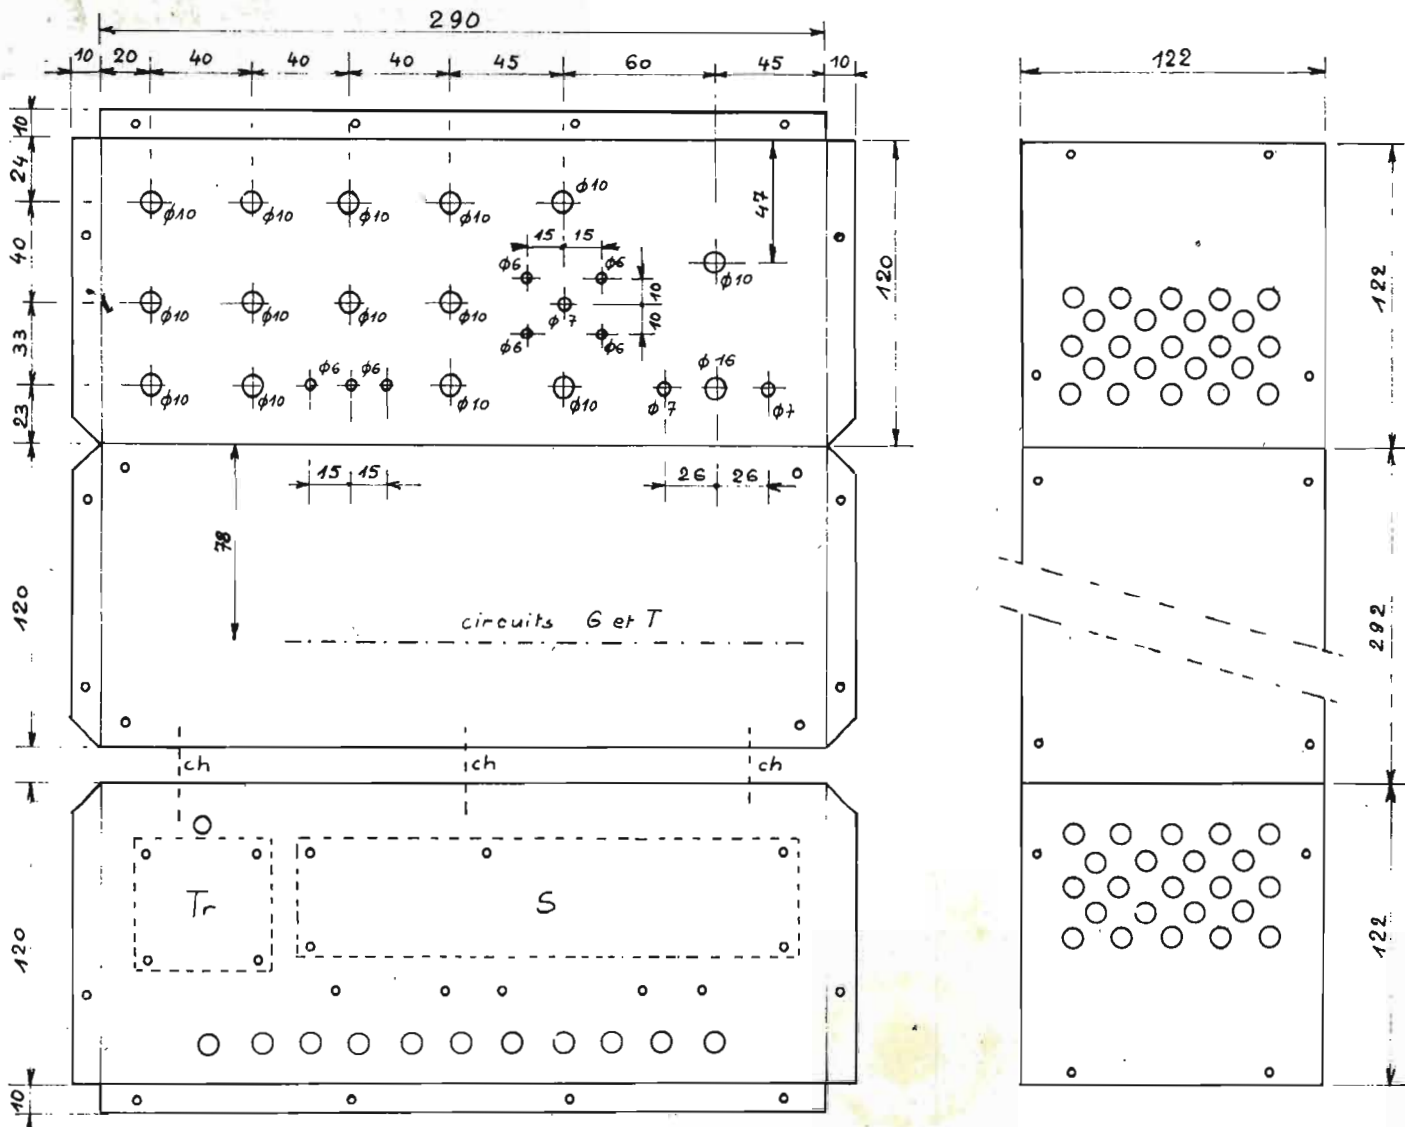

Fig. 24 - Boîtier du TBF1038. Alu 10/10.
- a) Comme nous en avons l'habitude, nous vous proposons d'abord une réalisation personnelle du boîtier, ce qui vous permettra, si vous êtes capable de l'exécuter, une économie assez appréciable. Fabriqué en tôle d'alu de 10/10, il comprend 3 parties : (voir fig. 24)
Tracer très soigneusement les différentes parties en se conformant à la figure 24. Découper, soit à la scie à métaux, soit à la cisaille non déformante (par exemple Edma). Pointer soigneusement les trous et les percer au diamètre convenable. Le pliage est une opération toujours délicate dont nous nous sortons personnellement à grand renfort de formes de bois dur (chêne ou hêtre), de presses et d'un bon établi de menuisier.